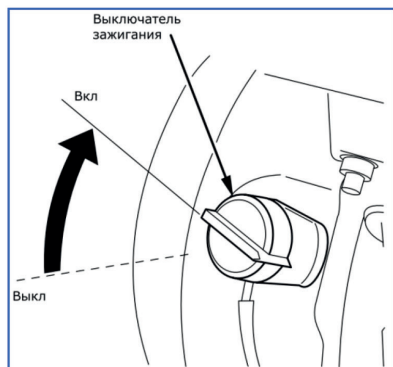

Рис. 17
•Выключатель зажигания установите в положение ON (Включено) (рис. 17).